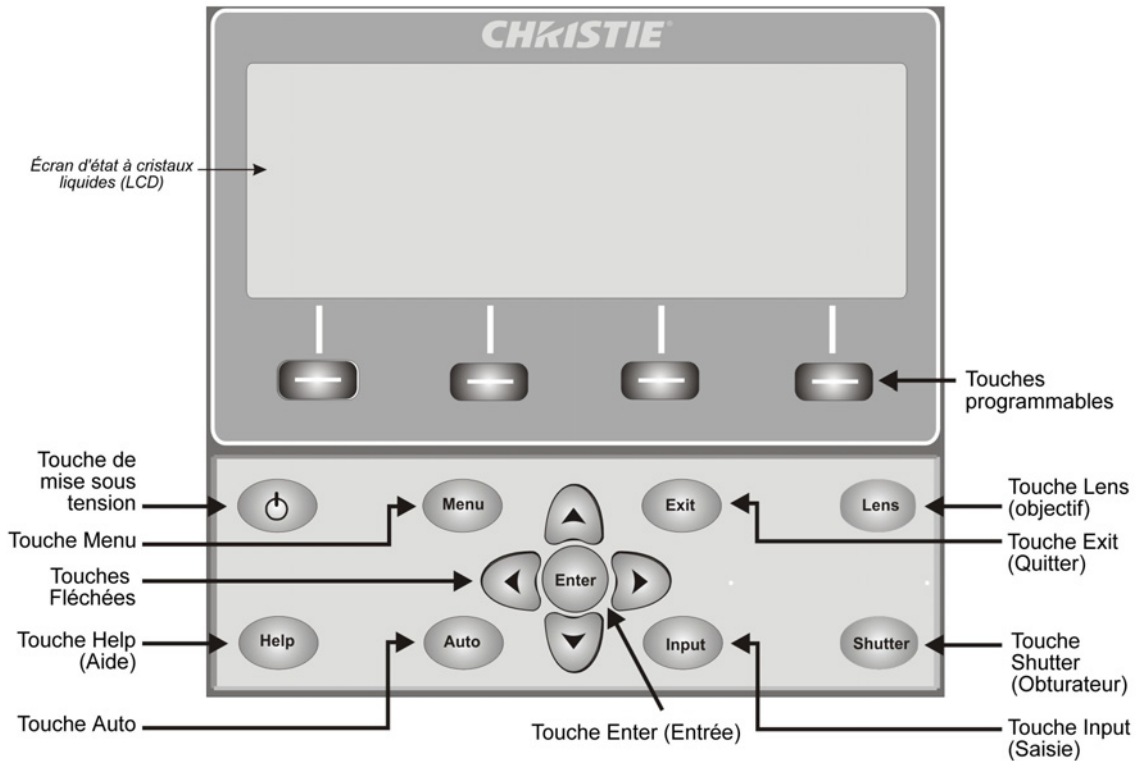

FIGURE 3-2 CLAVIER INTÉGRÉ
- **Clavier intégré** : situé sur le côté du projecteur (voir **Figure 3-2**).